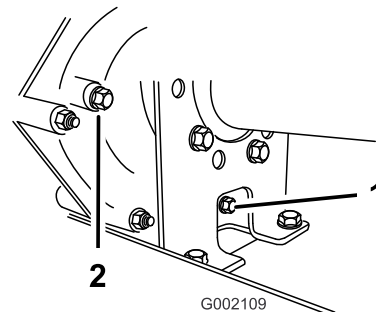
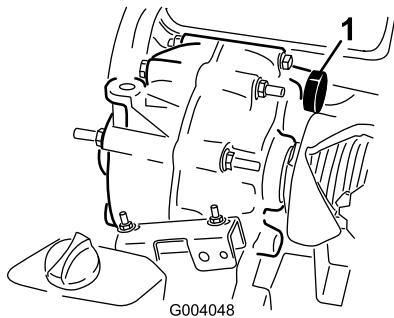

Figure 44
Figure 45
- Essuyez la surface autour des bouchons de remplissage et de vidange avec un chiffon (Figure 44).
- Dévissez et enlevez le bouchon de remplissage (Figure 44).
- Dévissez et enlevez le bouchon de vidange (Figure 44).
- Remettez et serrez le bouchon de vidange et le joint dans l'orifice de la transmission (Figure 44).
- Versez par l'orifice du bouchon de remplissage du réservoir (Figure 45) environ 1,4 L (1,5 pte américaine) du liquide spécifié, ou la quantité de liquide nécessaire, jusqu'à ce que le niveau de liquide atteigne le bas du filetage (Figure 44).
- Remettez et serrez le bouchon de remplissage et le joint dans l'orifice de la transmission (Figure 44).
- Contrôlez le niveau de liquide et faites l'appoint si le niveau est en dessous du filetage de l'orifice du bouchon de remplissage (Figure 44).